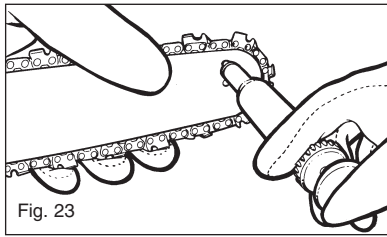

Fig. 23
3. Ved hjælp af smøringspistolen (valgfrit) sættes den tynde tud ind i smøringshullet og sprøjter smørelse ind, indtil smørelsen kan ses på underkanten af sværdet (fig. 23).